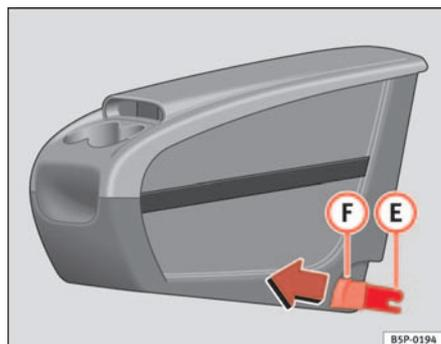
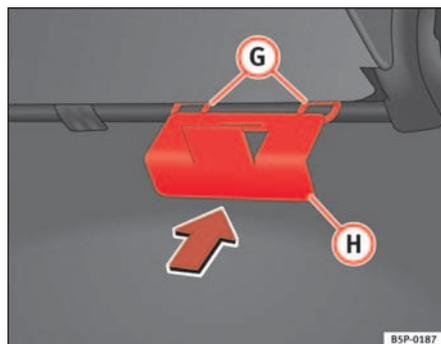

Fig. 109 Rangement mobile. Repose
Fig. 110 Plaque de fixation du rangement mobile
- Placez depuis l'intérieur du véhicule la plaque de fixation (H) ⇒ fig. 110 du rangement mobile par la partie arrière du dossier. Elle doit être située entre le dossier et le coussin, dans la zone de la place centrale.
- Mettez face à face les deux pièces de fixation (E) ⇒ page 144, fig. 109, avec les deux anneaux de fixation (G) ⇒ page 144, fig. 110 et appuyez fortement jusqu'à ce que les deux pinces s'enclipsent totalement dans les anneaux.
- Tirez sur chacun des boutons ⇒ page 144, fig. 109 (F) des pinces (boutons rouges) vers l'avant, jusqu'à entendre leur déclipsage.